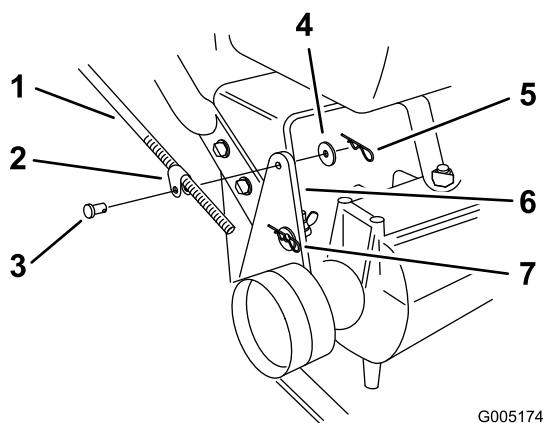

Figura 39
2. Compruebe su operación. De ser necesario el ajuste, saque el pasador de horquilla, la arandela y el pasador que sujetan el acoplamiento de la varilla de control con el soporte de la polea tensora (Figura 39).